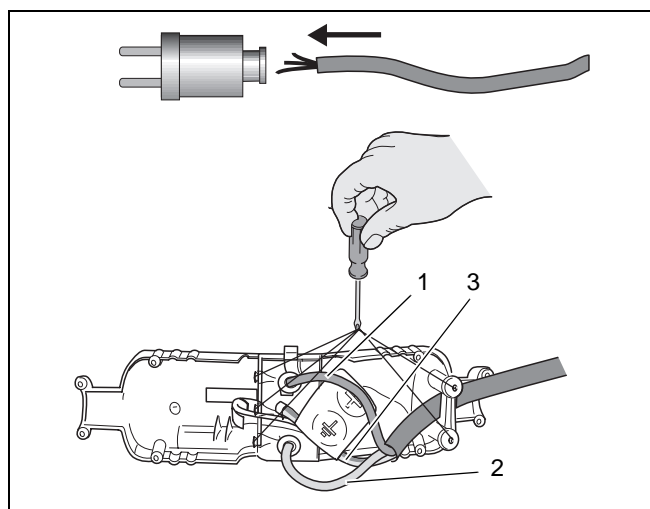

Рис. 14 Монтаж сетевого штекера
- Смонтировать сетевой штекер на сетевом шнуре (рис. 14).